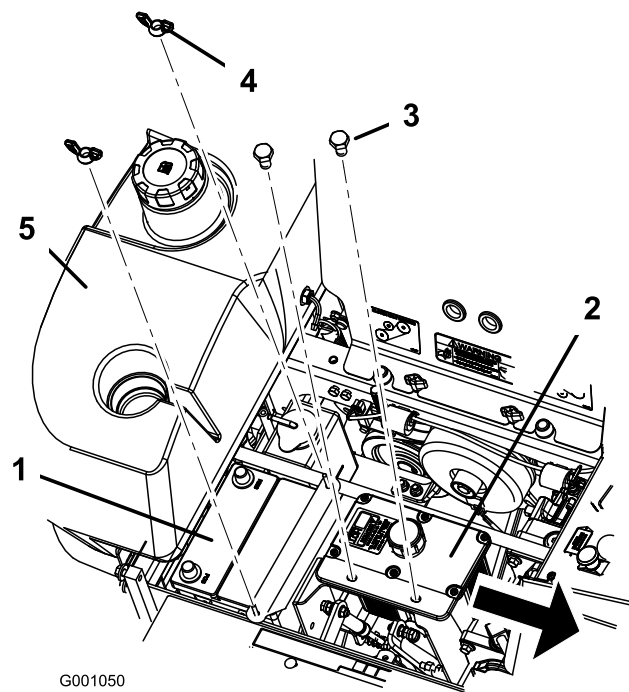

Figura 46
6. Retire ambas tuercas de orejeta (1/4 pulg.) que fijan la abrazadera de la batería (Figura 46).
7. Retire los dos pernos que sujetan el depósito de aceite hidráulico (Figura 46).
1. Coloque la batería en la bandeja, con los bornes frente al depósito de aceite hidráulico (Figura 46).
6. Fije la batería con pernos en J, brida y 2 arandelas (1/4 pulg.), y 2 tuercas de orejeta (1/4 pulg.) (Figura 46).